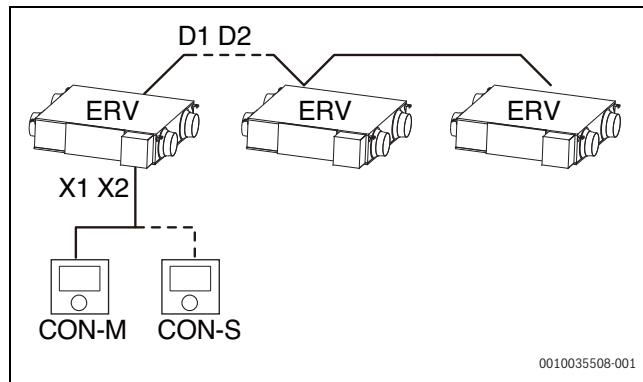

fig. 17 Disa njësi ERV
- Një grup deri në 16 ERV i kontrolluar vetëm nga një ose dy rregulator (kryesor/dytësor) (→ fig. 17).